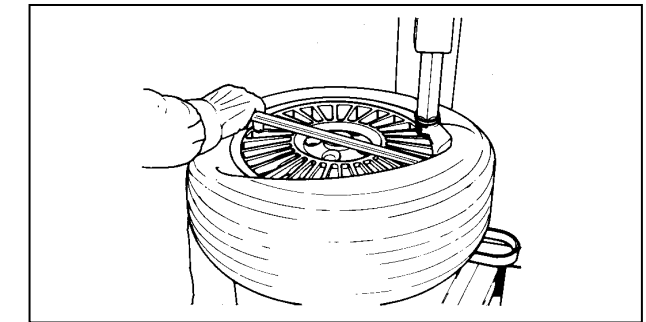

Fig. 12
F. Insert the bead lifting tool under the bead and over the support of the mount/demount tool. Lift the bead onto the mounting finger. To facilitate this operation, press with left hand on the bead in position diametrically opposite to that of the tool, to hold the bead into the drop centre. If desired, the bead lifting tool can be removed after lifting the bead onto the finger (Fig.12).
F. Introduire le levier pour soulever l'enveloppe en-dessous du talon et au-dessus du support de l'outil. Soulever le talon sur la languette de montage. Pour rendre l'opération plus facile, appuyer, de la main gauche, sur le flanc du pneu dans une position opposée à celle de l'outil, pour tenir le pneu dans le centre du creux de la jante. Si l'on veut, on peut enlever le levier pour soulever l'enveloppe après avoir soulevé le talon sur la languette de montage (Fig.12).